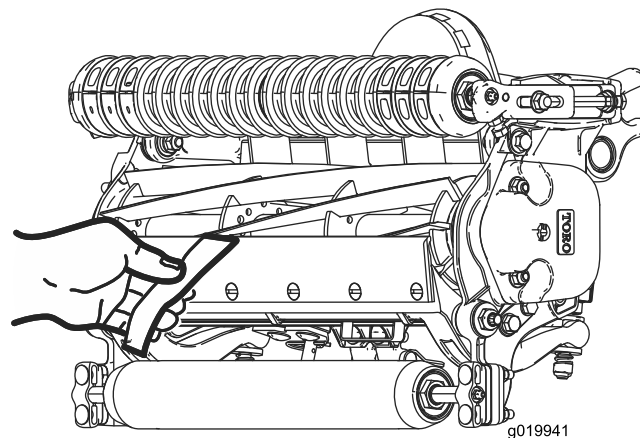

Bild 10
10. Testen Sie die Mähleistung, indem Sie einen langen Streifen des Schnittleistungspapiers (Toro Bestellnummer 125-5610) senkrecht zum Untermesser zwischen die Spindel und das Untermesser legen (Bild 10). Drehen Sie die Spindel **langsam** vorwärts; das Papier sollte geschnitten werden.